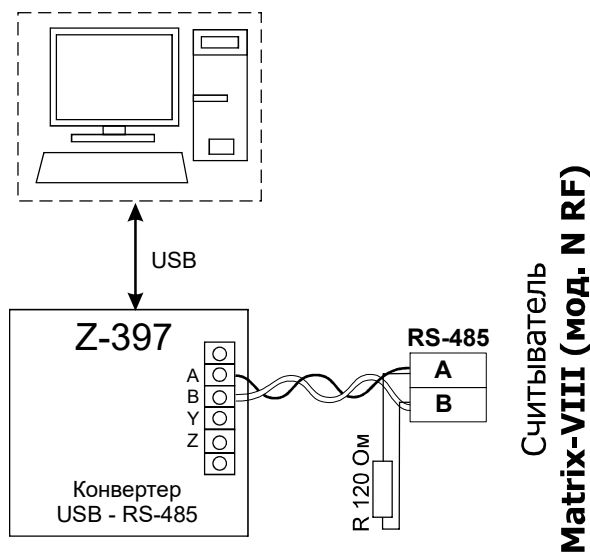

Рис.3 Схема подключения по RS-485
- при подключении по RS-485 один провод витой пары подключается на А, второй на В (см. Рис.3).